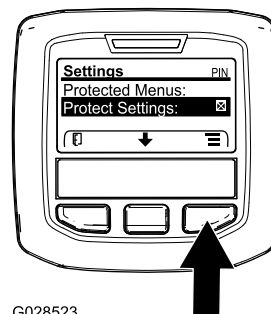

図 28
1. 保護メニューにアクセスし、サブメニューのロックを解除する 図 28 アクセス制限付きメニューへのアクセス \(ページ 20\)を参照。